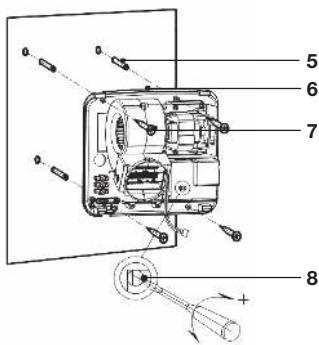

Рис. 5
3. Прикрепите корпус к отверстиям с помощью прилагаемых пластмассовой заглушки и болт (рис. 5):
- Учитывая, что при работе сушилки возможны различные обстоятельства, запускющая чувствительность этого устройства установлен на максимальном уровне, если это устройство работает в течение слишком длительного периода времени или не работает после установки, настройте его, как показано на рис. 5.